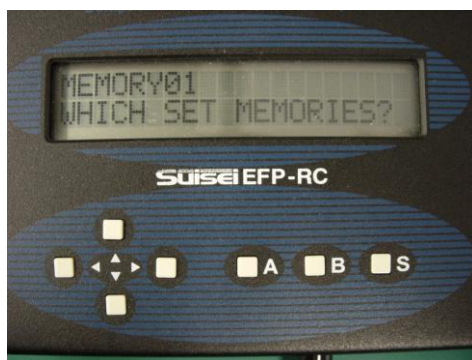

図 5.10 ショートカット登録確認画面
② スクリプトのショートカット登録と実行
- ・前項の操作で” スクリプト．PBT” ファイルを $\uparrow$ $\downarrow$ キーで選択し $\boxed{S}$, $\boxed{A}$, $\boxed{S}$ キーと押すとショートカットが登録されます。（図 5.10）